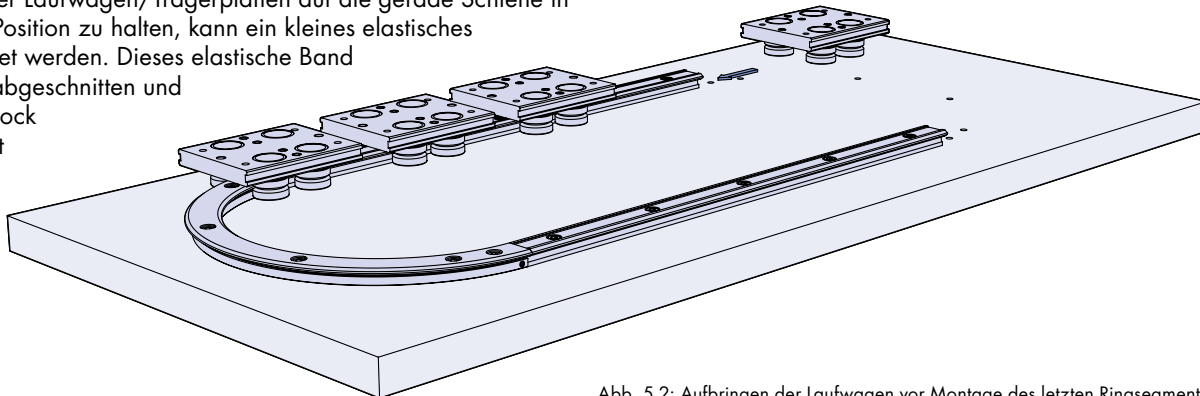

Abb. 5.2: Aufbringen der Laufwagen vor Montage des letzten Ringsegments
5.2 Für die Montage der Trägerplatten/Laufwagen gibt es zwei unterschiedliche Methoden. Bei der ersten Variante – siehe Abb. 5.2 – werden die Laufwagen/Trägerplatten komplett eingestellt geliefert und einfach auf das gerade Schienensegment aufgeschoben, bevor das letzte Ringsegment montiert wird. Ist der Laufwagen mit Schmierblöcken ausgestattet, dann muss der Filz in das Gehäuse des Schmierblocks geschoben werden, damit die Laufwagen auf der Strecke montiert werden können. Um die Filzstücke beim Aufschieben der Laufwagen/Trägerplatten auf die gerade Schiene in der korrekten Position zu halten, kann ein kleines elastisches Band verwendet werden. Dieses elastische Band kann danach abgeschnitten und vom Schmierblock wieder entfernt werden.